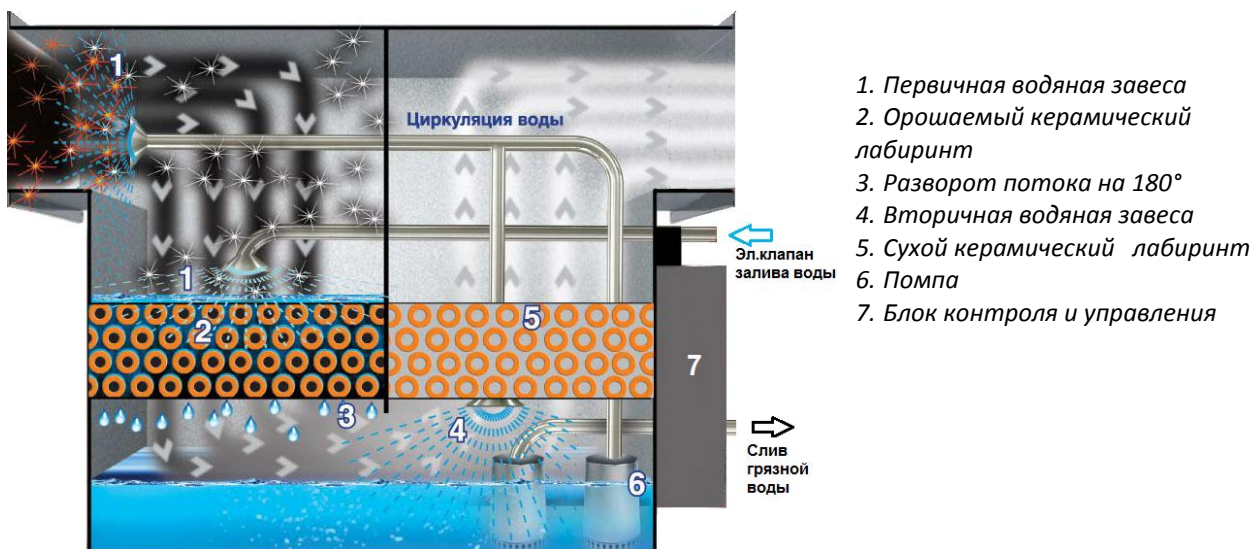

Рис. 4. Функциональная схема «Ятаган «Safe Fire».
- 1.5. Открыть шиберы (заслонки) на воздуховодах (Рис. 4).
- 4.2. Закрыть шиберы (заслонки) воздухопроводов (Рис. 4).